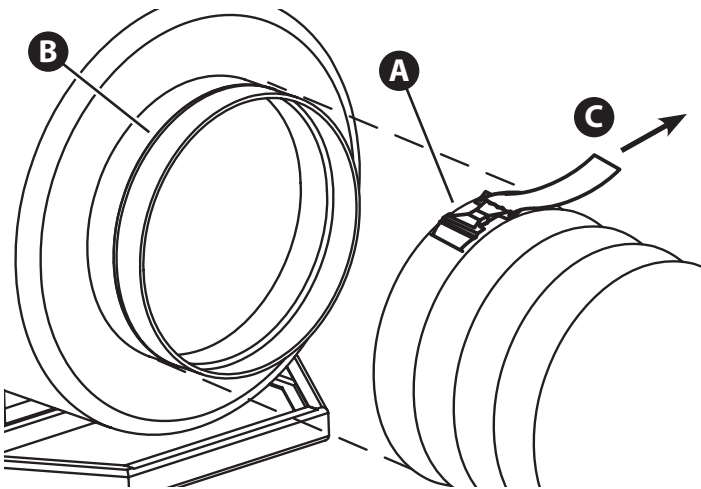

Figure 4.3
- Installer le poignet du conduit flexible avec courroie et pince (A, Figure 4.3) par-dessus la bague de sortie de l'unité de chauffage. S'assurer que le poignet, la courroie et la pince sont au-delà du bourrelet sur la bague de sortie (B).
- Serrer le poignet par-dessus la bague de sortie en tirant sur l'extrémité libre de la courroie (C).